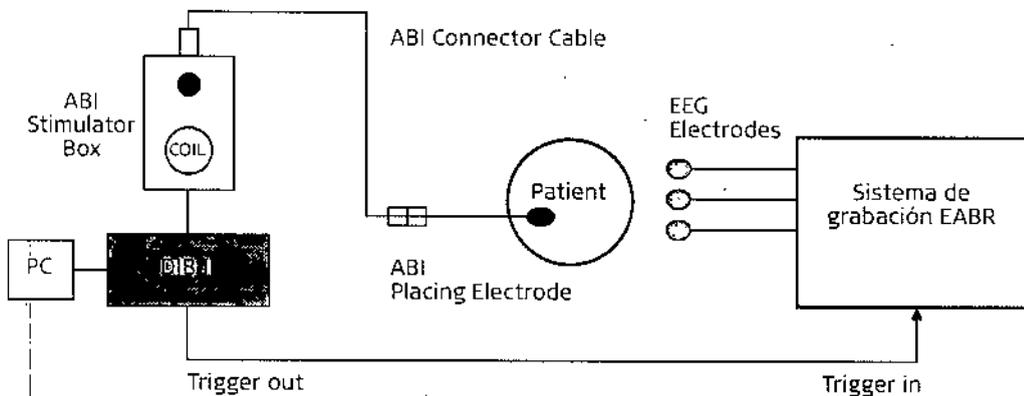

Ilustración 2: Configuración de la medición EABR
- El Sistema de colocación ABI recibe la alimentación por inducción, y se controla utilizando la Caja de interfaz de diagnóstico (DIB II). La Caja de estimulador ABI se conecta al DIB II mediante la bobina DIB. El cable de activación entre DIB II y el sistema de medición EABR está conectado. Si desea obtener información adicional, consulte el manual del sistema de medición EABR y el Manual de usuario de DIB II. La configuración de medición completa se muestra en la ilustración 2.